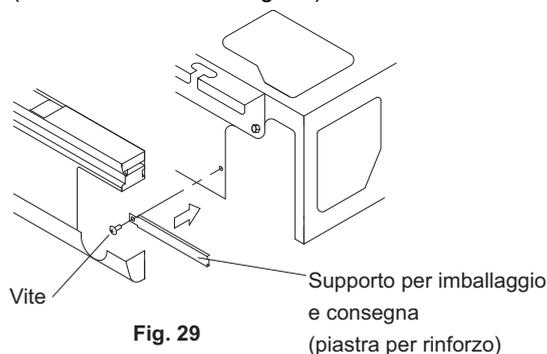

Fig. 29
- Una volta terminata la posa in opera delle tubazioni di scarico, installare il supporto per l'imballaggio e la consegna (piastra di rinforzo), rimosso nella sezione "6. POSA IN OPERA DELLE TUBAZIONI DEL REFRIGERANTE". Tuttavia, non è necessario installare il supporto per l'imballaggio e la consegna sul lato destro (piastra di rinforzo). (Fare riferimento alla Fig. 29)